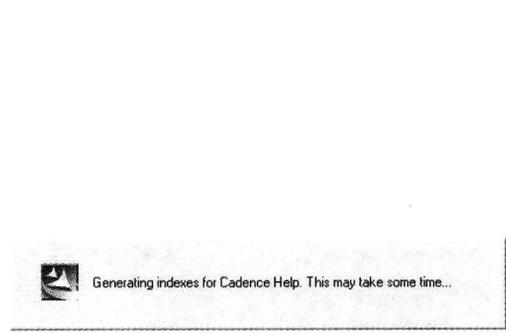

图 1.2.15 软件帮助功能索引项的安装提示信息
(11) 当出现软件帮助功能索引项的安装提示信息后,需要在安装过程中等待一段时间,如图 1.2.15 所示。